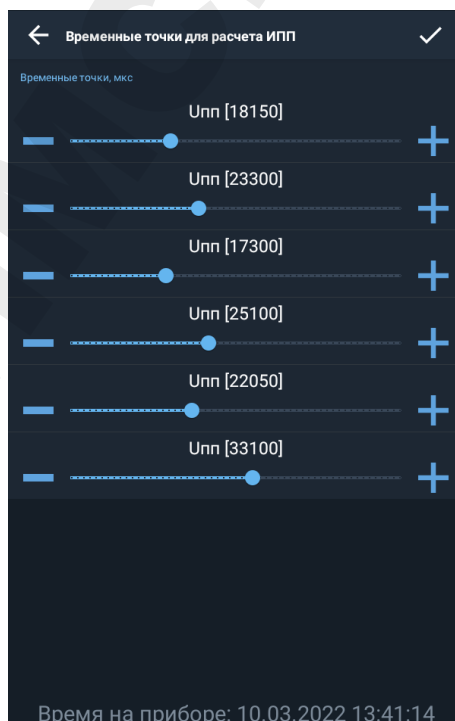

Рисунок 28 – Временные точки для расчета ИПП
- «Временные точки для расчета ИПП» (рисунок 28) – настройка параметров временных точек для расчета ИПП;